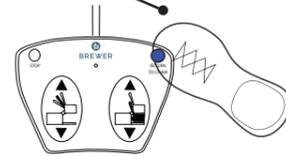

Figure 44. Descente avec retour à la présidence
3. Appuyez sur le bouton bleu pour activer la fonction Retour à la présidence (Figure 44).